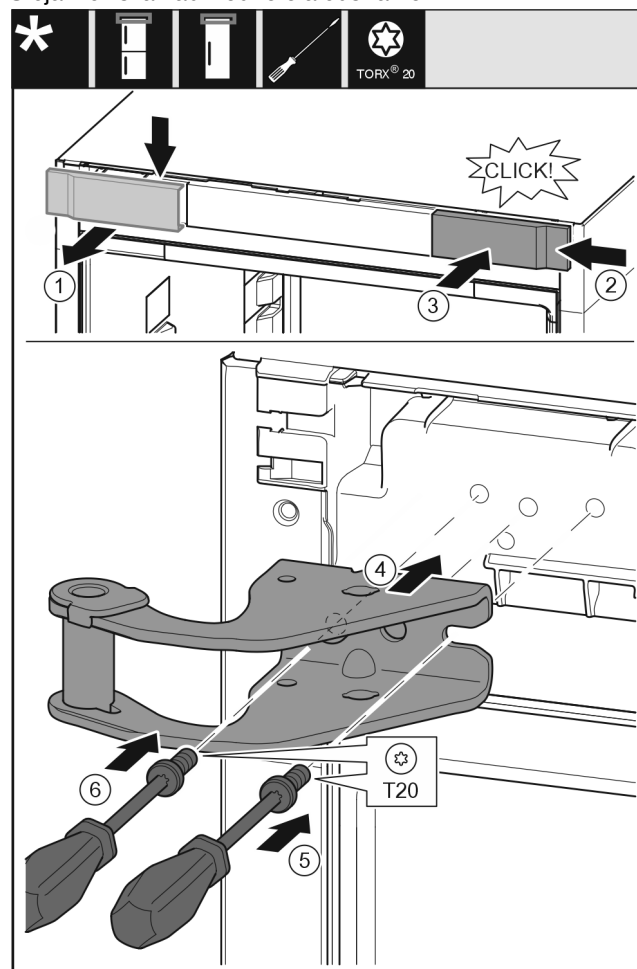

Fig. 10
- ▶ Odeberte kryt shora dopředu. Fig. 10 (1)
- ▶ Kryt otočený o 180° zavěste na druhé straně zprava. Fig. 10 (2)
- ▶ Zaklapněte kryt. Fig. 10 (3)
- ▶ Nasad'te horní stojan ložiska. Fig. 10 (4)
- ▶ Šroubovákem T20 nasad'te šroub a utáhněte. Fig. 10 (5)
- ▶ Šroubovákem T20 vložte šroub a utáhněte. Fig. 10 (6)